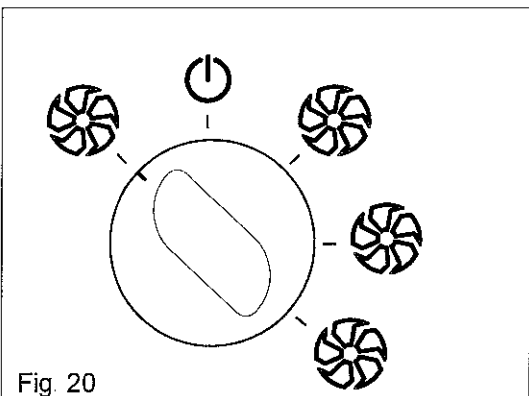

Fig 20
- Positionner le bouton de la façon indiquée sur la figure 20.